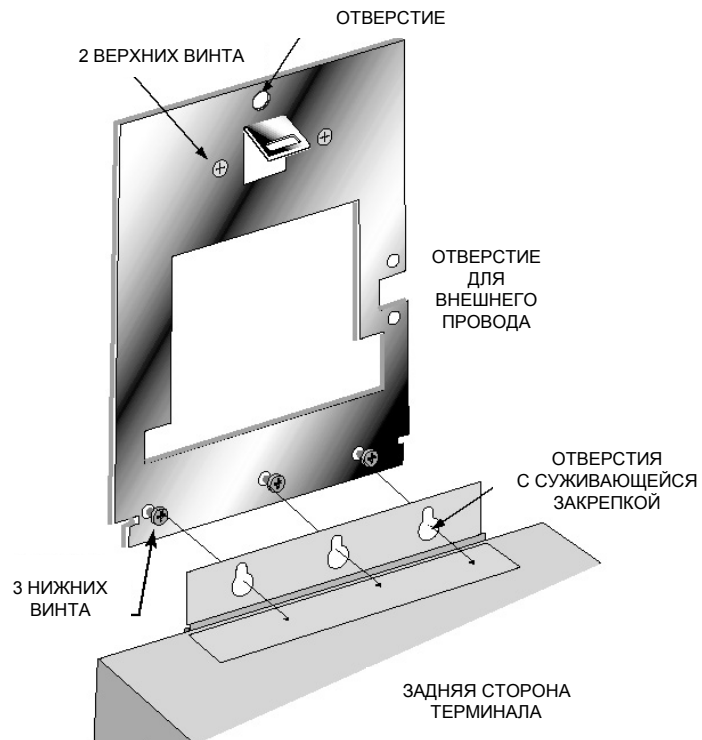

Рисунок 5-2: Прикрепление Hand Reader к настенной панели
3. У основания Hand Reader имеется рояльная петля с тремя отверстиями с суживающейся закрепкой, соответствующими трем нижним монтажным винтам. Повесьте Hand Reader на три нижних монтажных винта (см. Рисунок 5-2).